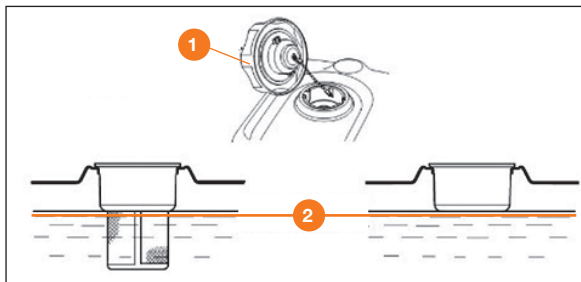

Рис. 20
- При низком уровне топлива долейте его до установленного уровня **2**. После заправки топливного бака надёжно затяните пробку заправочной горловины **1** (Рис. 20).